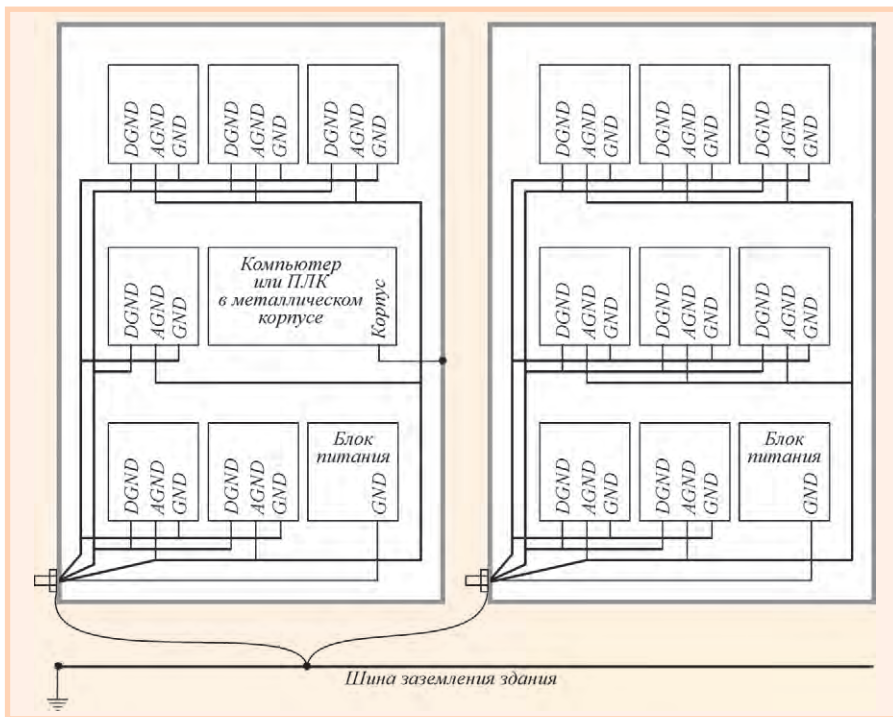

Рис. 29. Пример правильного заземления шкафов системы автоматизации
На рис. 28 приведён пример, в котором каждое отличие от рис. 29 увеличивает вероятность сбоев цифровой части и ухудшает погрешность аналоговой. На рис. 28 сделаны следующие «неправильные» соединения:
- Перечисленные недостатки устранены на рис. 29. Дополнительным улучшением разводки в этом примере было бы применение отдельного проводника заземления для наиболее